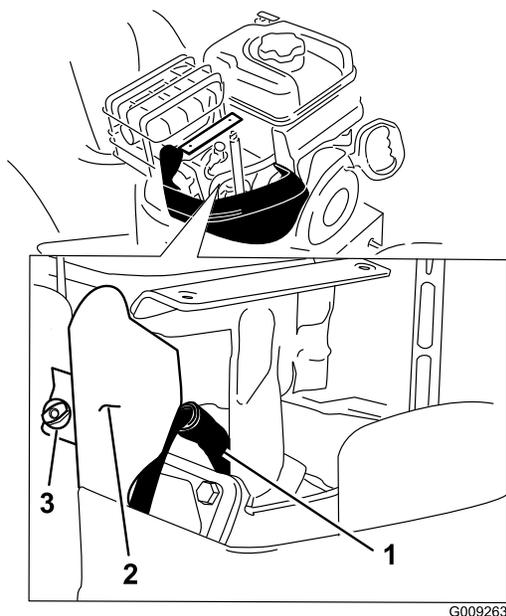

Figure 46
4. Enlevez la vis à oreilles du support et le support (Figure 46).
5. Nettoyez la surface autour de la base de la bougie (Figure 46).